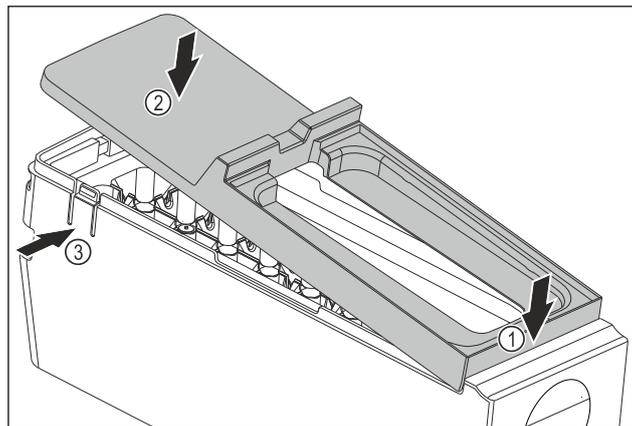

Fig. 81
- ▶ Встановіть кришку корпусу EasyTwist-Ice: Прикріпіть кришку спереду. Fig. 81 (1)
- ▶ Опустіть кришку ззаду. Fig. 81 (2)
- ▶ Кришка зі звуком фіксується в обох виступах Fig. 81 (3).